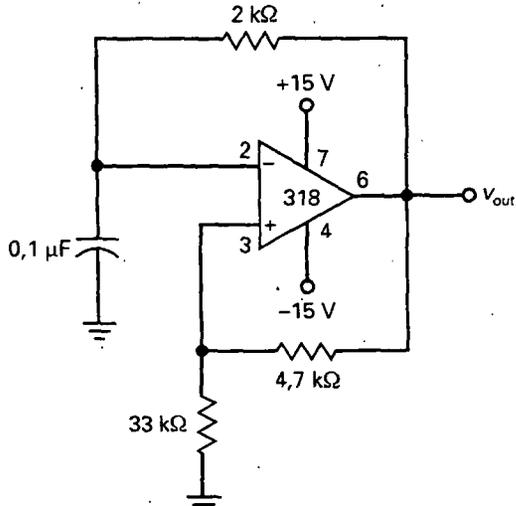

Figura 22-49
- 22-25. ¿Cuál es la frecuencia de la señal de salida en la Figura 22-49?
- 22-26. Si todas las resistencias de la Figura 22-49 se duplican, ¿qué le sucede a la frecuencia?
- 22-27. El condensador de la Figura 22-49 se cambia por otro de 2,2 μF . ¿Cuánto vale la nueva frecuencia?
- 22-46. Se quiere que la frecuencia de salida de la Figura 22-49 sea de 20 kHz. Sugiera los cambios necesarios para lograrlo.